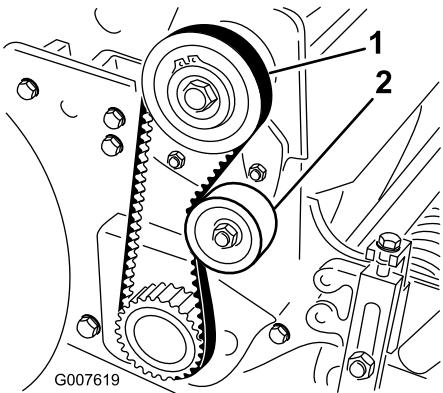

Рисунок 39
- Проверьте натяжение, приложив к ремню посередине между шкивами (Рисунок 39) усилие 18–22 Н. Ремень должен прогнуться на 6 мм.
будет получено требуемое натяжение (Рисунок 39).